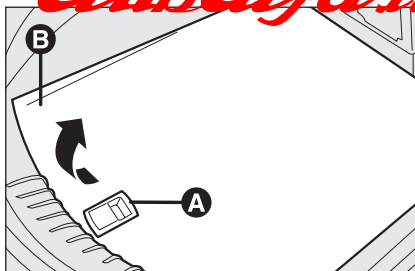

fig. 2
- ☐ mediante la maniglia **A-fig. 2** sollevare il tappeto di rivestimento **B** ed agganciarlo alla parte superiore del bagagliaio tramite gli appositi agganci laterali;